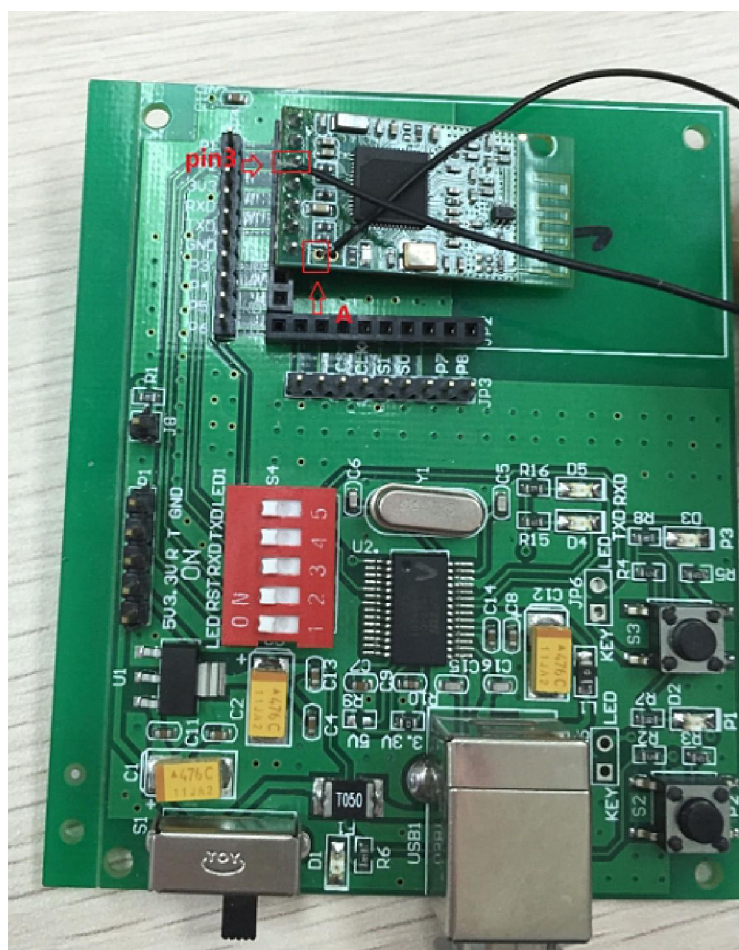
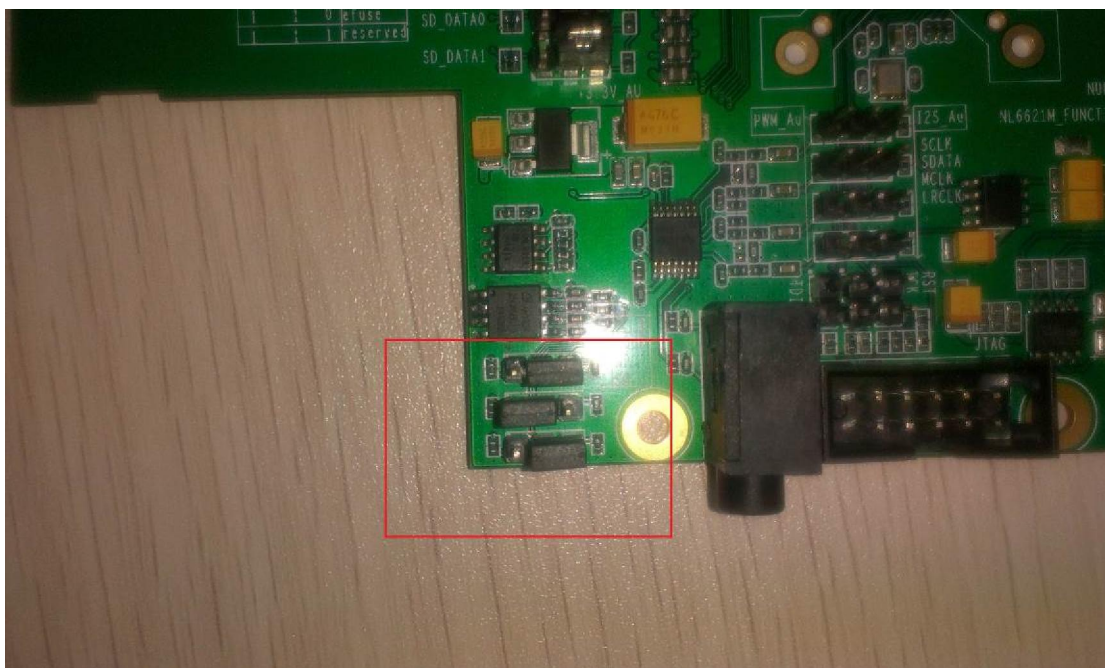

Figure 5 设置 NF-210D 接入模组后 UART 加载模式 (011)
Figure 9 开发板设置为 Flash 启动模式(010)
5、在烧录完成后可以通过 Figure 9 设置，将开发板设置为 Flash 启动模式 (010)。按下 Reset 键，串口出现 Figure 5 中的打印则说明 nft_sd_uapsta.bin 系统镜像正常加载。